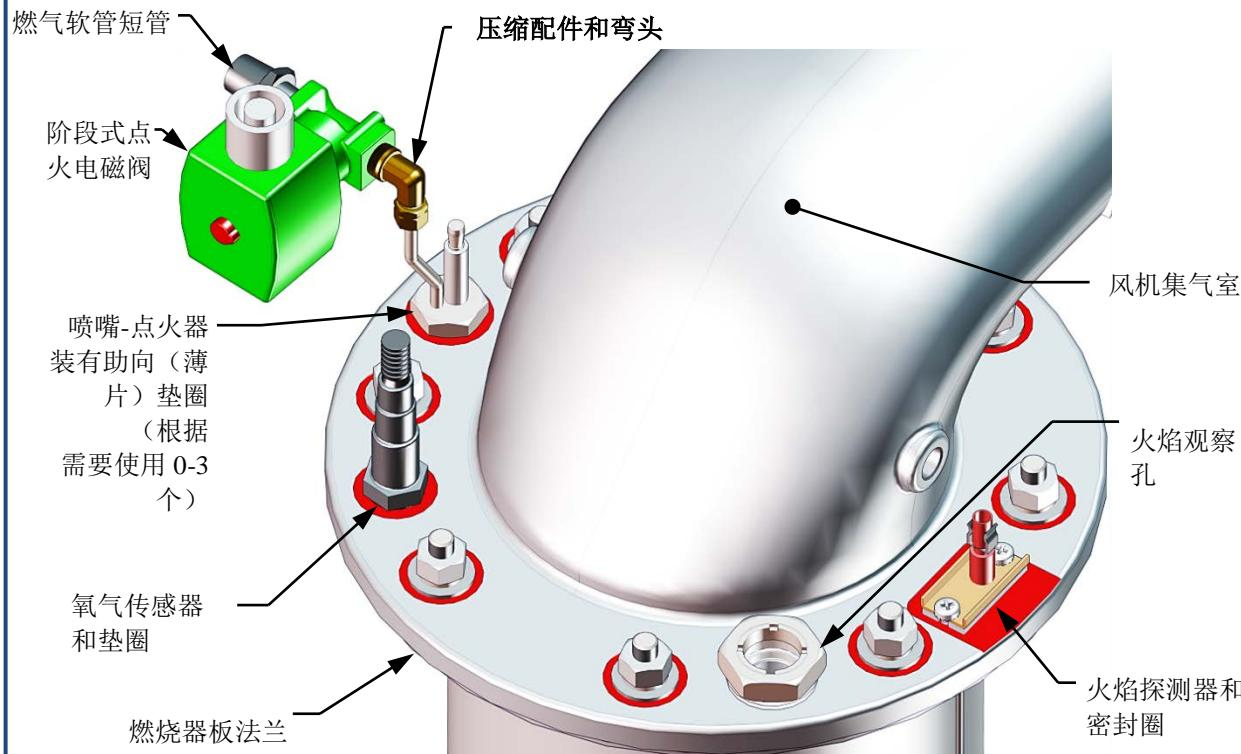

图 7-2：点火器-喷嘴和火焰探测器安装详细情况
4. 参见图 7-2 中的局部分解图。用 $7/16"$ 开口扳手断开用于将点火器-喷嘴的燃气注入管固定到阶段式点火组件弯管的压缩螺母。将阶段式点火组件从点火器-喷嘴上断开。
4. 拆下两 (2) 个将火焰探测器固定到板上的螺钉（图 7-2）。火焰探测器分别由一 (1) 个 #10-32 螺钉和一 (1) 个 #8-32 螺钉固定到燃烧器板上。
2. 抓住顶部手柄，直接拉出，以从设备上拆下顶部护罩。这将使护罩与侧部面板上的四 (4) 个针脱离。
3. 从安装在燃烧器板上的火焰探测器拆下导线。参见图 7-2。
4. 拆下两 (2) 个将火焰探测器固定到板上的螺钉。火焰探测器分别由一 (1) 个 #10-32 和一 (1) 个 #8-32 螺钉固定到燃烧器板上。
7. 使用 7/16 英寸开口扳手，断开用于将点火器-喷嘴的燃气注入管固定到阶段式点火组件弯管的压缩螺母（参见图 7-2）。将阶段式点火组件从点火器-喷嘴上分开。